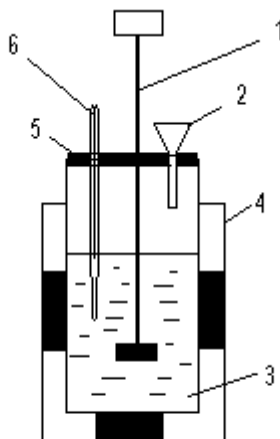

Рис. 1. Калориметрическая установка: 1- мешалка; 2-воронка; 3- калориметрический стакан; 4- наружный сосуд; 5- крышка; 6- термометр.
6.3.2. Собрать калориметрическую установку (рис.1) и через воронку налить в сосуд 75 мл 1 М раствора щелочи; записать температуру раствора щелочи $T_{щ}$ с точностью до 0,1 К.